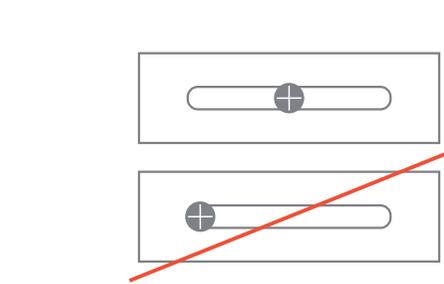

РИСУНОК 15
- Саморезы (рисунок 15) надо вкручивать в середину продолговатого крепежного отверстия, а не с краю – это может впоследствии привести к неправильному линейному расширению панели и аксессуаров сайдинга. Вкручивать саморезы необходимо с шагом 30 – 40 см. После вкручивания всех саморезов панели должны свободно перемещаться в ту и другую сторону по горизонтали в пределах ширины крепежных отверстий.